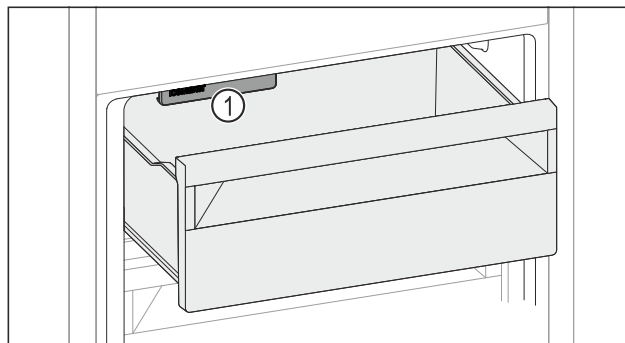

Fig. 168
- ▶ Dávejte pozor na IceMaker Fig. 168 (1).